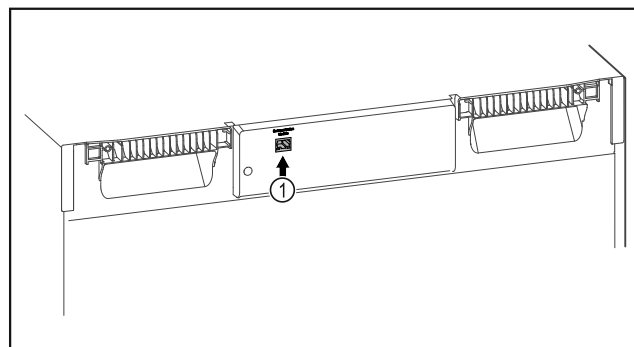

Fig. 126
- SmartModule Fig. 126 (1) встановлено.